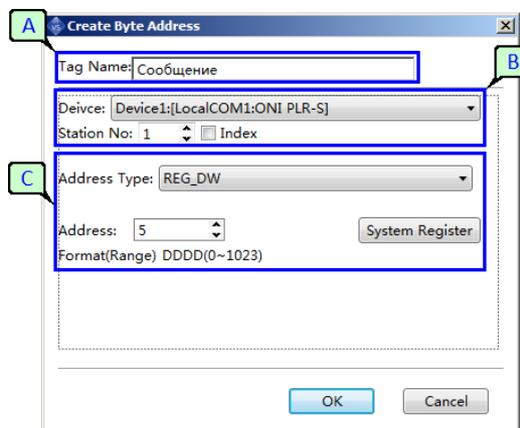

Рисунок 146 - Добавление нового элемента в библиотеку
- **новый Word** - добавить новый элемент в библиотеку. При нажатии кнопки будет запущен диалог добавления новой метки, соответствующей регистру данных (рисунок 146);